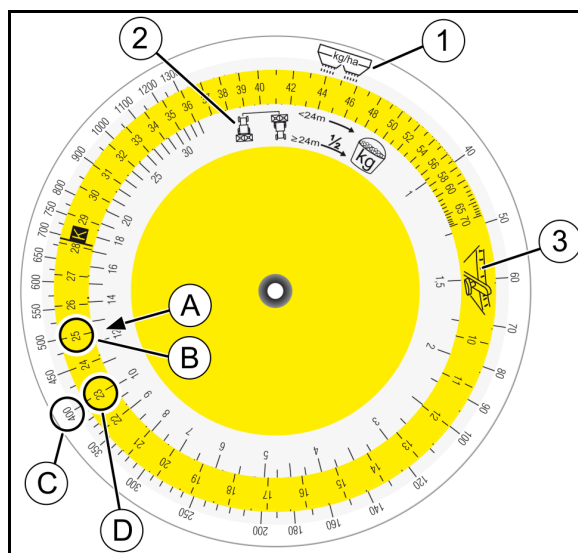

Bild 56
På skalan (Bild 56/2) för uppfångad mängd [kg] söker du upp talvärdet (A) och placerar det över det valda spjälläget (B) i färgskalan (Bild 56/3).
3. Sök upp önskad spridningsmängd (C) och läs av erforderligt spjälläge (position) (D).